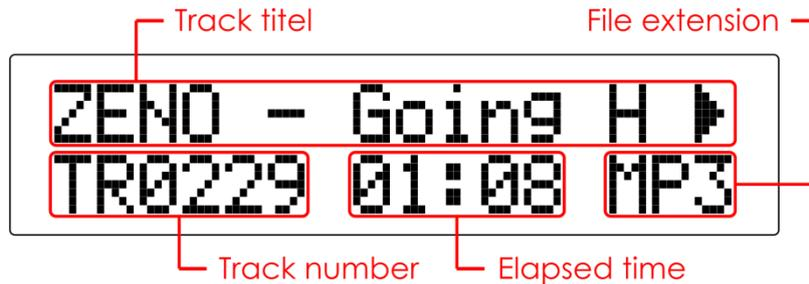

Fig. 07
01) Appuyez sur le bouton **Play/Pause** (9, 34) pendant le *mode arrêt* ou le *mode pause*, pour commencer à écouter. Pendant la lecture d'une piste, l'écran s'affichera comme le montre la figure 07.